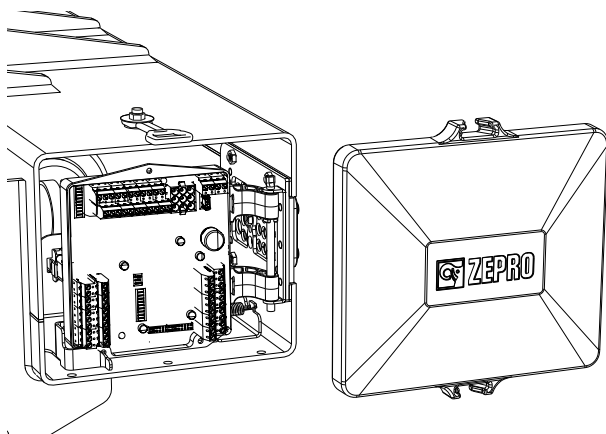

Bild 19. Demontera skyddslocket
2. Demontera skyddslocket, monterat med en gummistropp, se Bild 19.